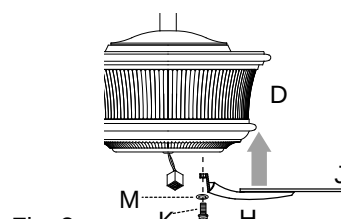

Fig. 3
3. Introduzca un solo tornillo (K), con la arandela de seguridad (M), en el brazo para la paleta (H) para sujetar el brazo para la paleta (H) al motor y apriete tornillo del motor (K) parcialmente. [Fig. 3] Repita con los demás brazos para las paletas (H).